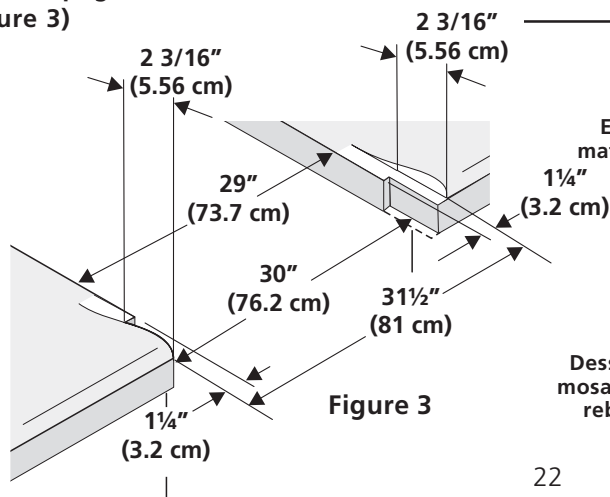

Figure 3
- Pour les découpages actuel de 29" (73.7 cm) de large (Figure 3)